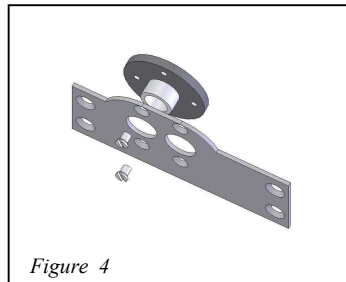

Figure 4
Étape 3 : Placer un palonnier (4) sur le support latéral (15). Voir figure 4.
Fixer à l'aide de deux vis de 2mm (16). Voir figures 4 et 5.